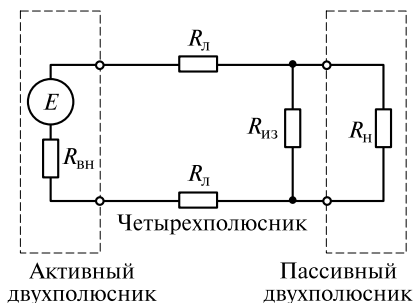

Рис. 1.9. К задачам 1.60, 1.61
► **1.60.** В схеме замещения на рис. 1.9 параметры активного двухполюсника (источника) $E = 42 \text{ В}$; $R_{\text{вн}} = 1 \text{ Ом}$, а сопротивление пассивного двухполюсника (потребителя) $R_{\text{н}} = 20 \text{ Ом}$. Определить ток цепи, мощности, потребляемые двухполюсниками, если сопротивлениями $R_{\text{л}}$ и $R_{\text{из}}$ можно пренебречь.
1.61. В линии передачи используются соединительные алюминиевые провода сечением 10 мм^2 , длиной 120 м каждый. Определить падение напряжения на соединительной линии, если схема передачи соответствует схеме на рис. 1.9, $E = U_{\text{пит}} = 380 \text{ В}$; $R_{\text{вн}} = 0,5 \text{ Ом}$; $R_{\text{н}} = 24 \text{ Ом}$.
1.62. В схеме замещения на рис. 1.9 параметры четырехполюсника $R_{\text{л}} = 20 \text{ Ом}$ и $R_{\text{из}} = 250 \text{ кОм}$. Определить напряжения на входе и выходе четырехполюсника (линии передачи), если $E = 220 \text{ В}$; $R_{\text{вн}} = 150 \text{ Ом}$; $R_{\text{н}} = 10 \text{ кОм}$.